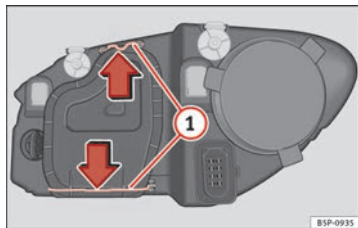

Fig. 184 Luz de cruce.
- Desplace los tirantes ⇒ fig. 184 ① en el sentido de la flecha y saque la tapa.